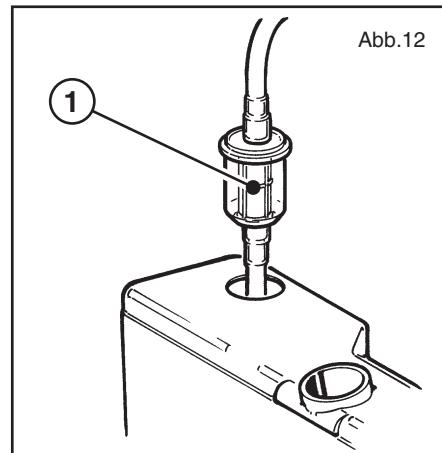

Abb.12
Soll das Pumpenöl ausgetauscht werden, benutzen Sie ein Öl mit Gradation SAE 20W40 auf Mineralbasis. Ölfüllmenge: 110 gr. Der Treibstofffilter (Abb. 12, pos. 1) muß regelmäßig kontrolliert und bei Verschleiß oder Verschmutzung ausgewechselt werden.